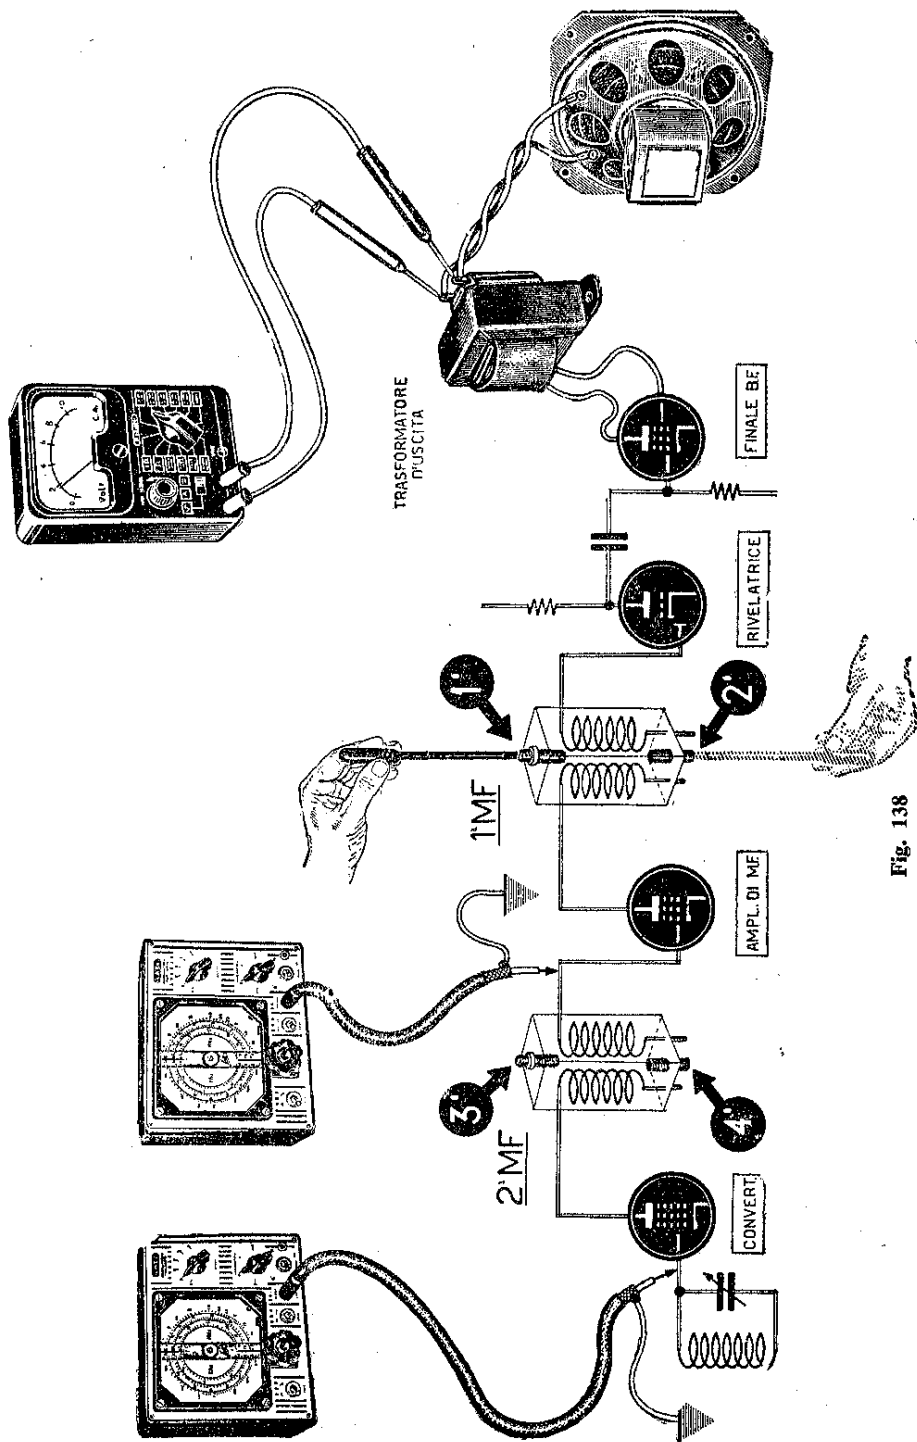

Fig. 138
1) con strumento commutato in posizione *corrente alternata*, sensibilità 10 volt fondo scala, applicare i puntali del medesimo in parallelo alla bobina mobile del ricevitore (fig. 138);
L'oscillatore va collegato alla griglia della valvola di MF (fig. 138). Si ruoti ora — lentamente — un nucleo (o compensatore) sino ad ottenere la massima deviazione dell'indice dello strumento. Ovviamente, nel caso l'indice dovesse andare a fondo scala, ci preoccuperemo di ridurre la potenza dell'oscillatore modulato agendo sull'attenuatore e regolando il volume del ricevitore.
Quindi si passerà alla taratura della prima MF e a tal fine l'oscillatore dovrà risultare collegato alla griglia della valvola convertitrice (fig. 138).